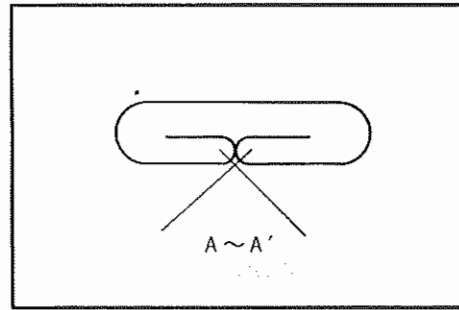

Fig. 28
La dimensión (D) es igual a la longitud A-A' en la Fig. 28 que ilustra el lado de entrada. Es aproximadamente 2 veces a la dimensión (C), o 2 veces a la dimensión (C) más α .